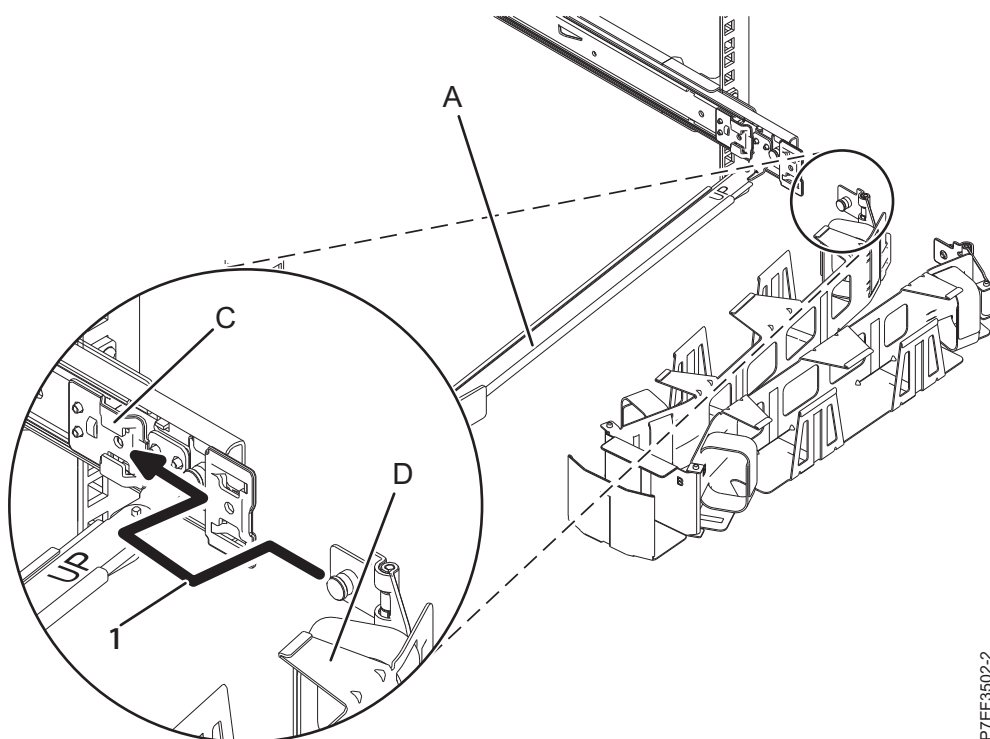
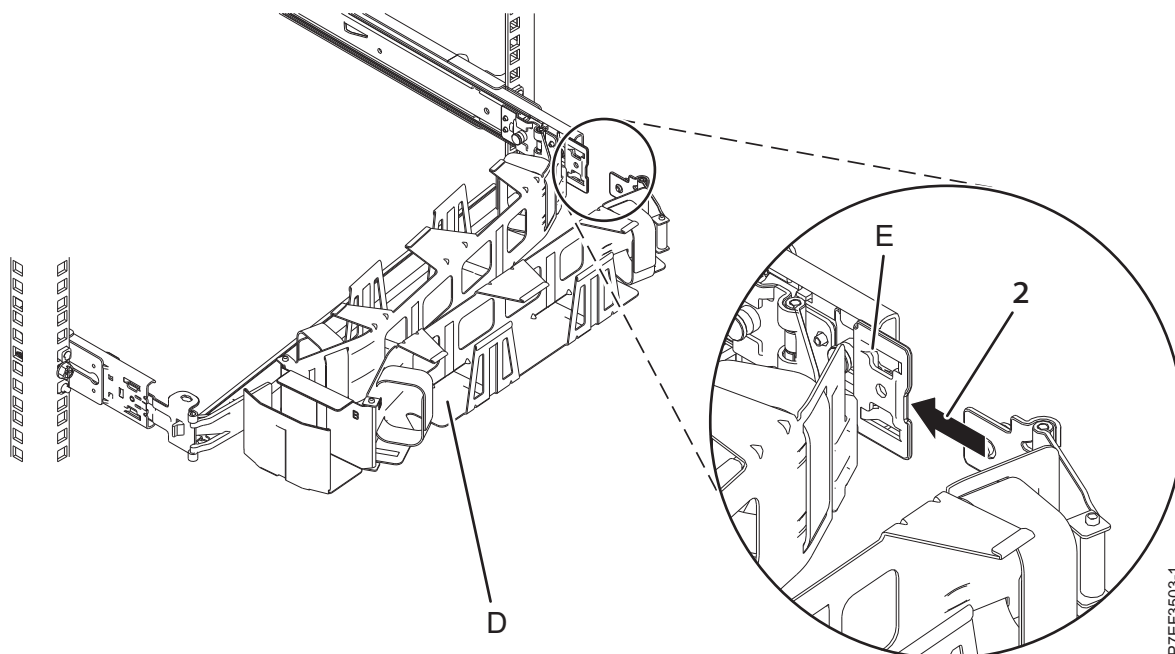

Figura 15. Deslizando a guia do suporte para organização de cabos no slot de suporte de montagem
Figura 16. Deslizando a outra guia do suporte para organização de cabos no suporte de extensão
7. Posicione o suporte para organização de cabos (**D**) no braço de suporte (**A**). Deslize a primeira aba do suporte para organização de cabos no slot no suporte de montagem (**C**). Empurre a presilha até que a trava com mola se encaixe no lugar. Deslize a outra guia do suporte para organização de cabos no suporte de extensão (**E**) no lado externo do trilho deslizante direito (**2**). Empurre a aba até que a trava com mola se encaixe no lugar. Para obter detalhes, consulte Figura 15 e Figura 16 na página 11.